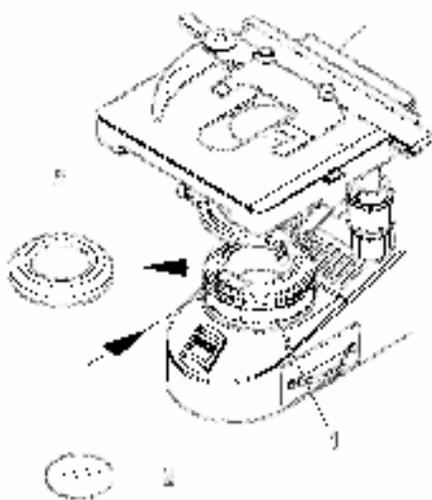

Figura 12 – Inserir um filtro cromático
- Desenroscar o anel de cobertura (Figura 12/3) do diafragma de campo luminoso (Figura 12/1).
- Colocar o filtro desejado – amarelo, verde ou azul – (Figura 12/2) sobre a superfície de apoio do diafragma de campo luminoso e voltar a enroscar o anel.